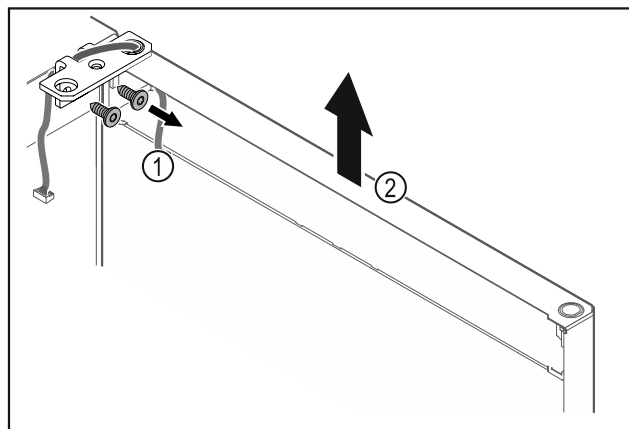

Fig. 21
- ▶ Scharnierhoek Fig. 21 (1) losschroeven.
- ▶ Deur inclusief scharnierhoek Fig. 21 (2) circa 200 mm recht omhoog tillen en verwijderen.